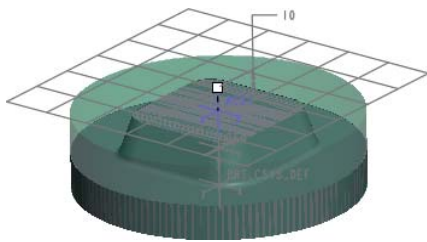

图 3.1.21 定义退刀平面
Step4. 退刀面的设置。在“操作”操控板中单击 按钮，系统弹出“间隙”设置界面，然后在 类型 下拉列表中选择 选项，单击 文本框，在模型树中选取坐标系 ACS1 为参考，在 文本框中输入数值 10.0，在 文本框中输入数值 0.5，此时在图形区预览退刀平面，如图 3.1.21 所示。